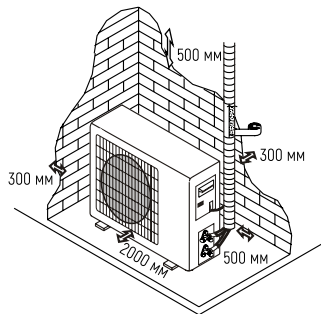

рис. 17
- Оставьте расстояние между прибором и какими-либо объектами, как показано на рис. 17, чтобы обеспечить свободную циркуляцию воздуха.